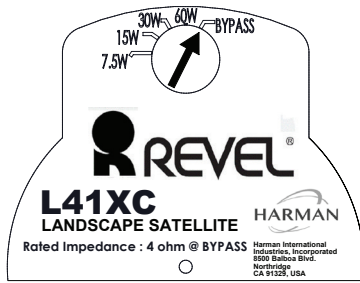

Abbildung 20
4. Einen Schlitzschraubendreher verwenden, um den Transformatorabgriff auf BYPASS umzustellen, wie in Abbildung 20 dargestellt.